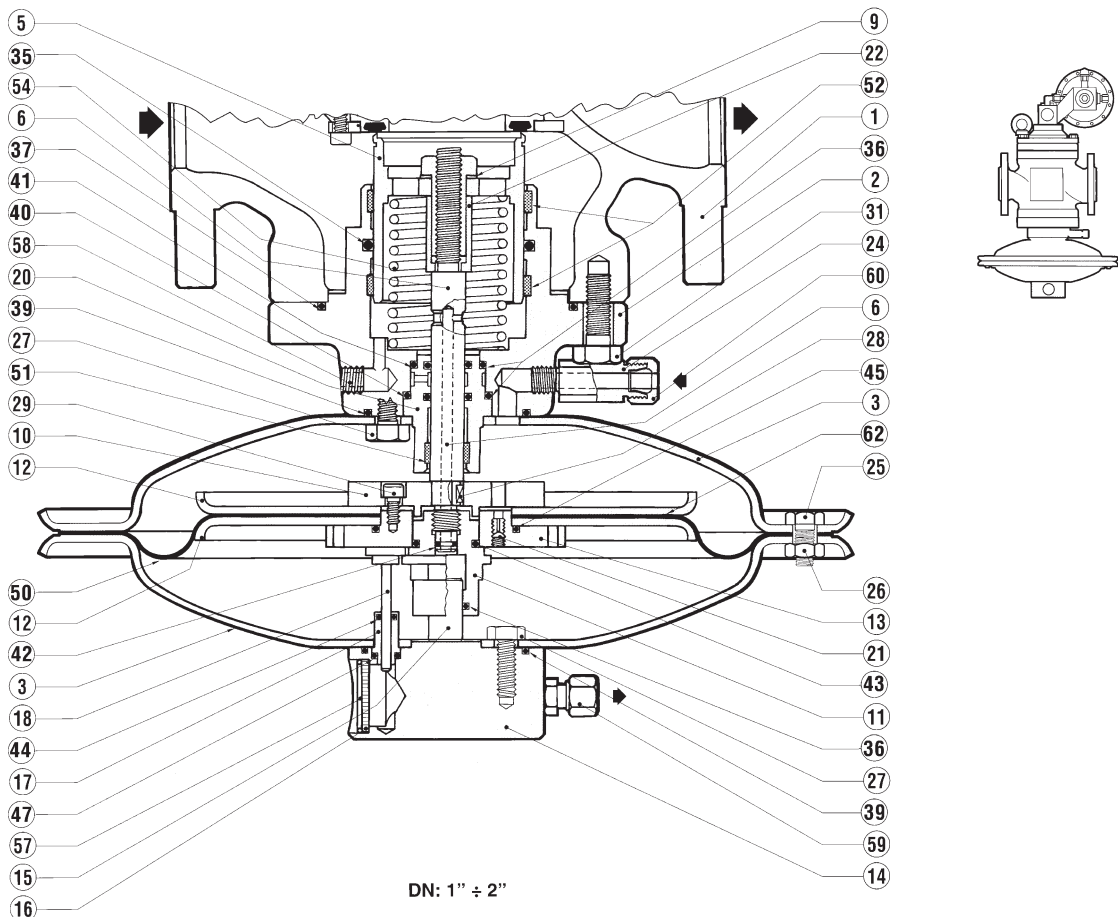

Fig. 25
- zuerst die Baugruppe aus Welle (114) und Hebel (118) einsetzen;
- beim Einsetzen der Ventileinheit in das Stellgliedge-häuse den Ventilschieber möglichst geradlinig einsetzen, um auch kleinste Beschädigungen an der Dichtkante zu vermeiden und besonders darauf achten, daß die Welle (114) gegen den Uhrzeigersinn bis zum Anschlag gedreht ist;
- den kleinen Flansch (119) mit den dazugehörigen Bauteilen befestigen;
- den Hebel (116) auf die Welle (114) aufsetzen. Es ist wichtig, sicherzustellen, dass sich der Hebel bei geöffnetem SAV in waagerechter Position befindet und dass er bei SAV in Schließstellung um ca. 45-60° geschwenkt, schräg nach oben steht.
7.4 PROCEDURA DI MANUTENZIONE MONITOR PM/182 (FIG. 25)
7.4 PM/182 MONITOR MAINTENANCE PROCEDURE (FIG. 25)
7.4 WARTUNGSANWISUNGEN FÜR DEN MONITOR PM/182 (ABB. 25)
- al introducir el grupo obturador en el cuerpo mantener una buena verticalidad del movimiento para evitar dañar el borde de cierre, y poner especial atención en mantener el eje (114) completamente girado en el sentido contrario a las agujas del reloj;
- fijar la brida (119) con las piezas correspondientes;
- colocar la leva (116) en el eje (114). Es importante asegurarse de que con el mecanismo de bloqueo abierto la palanca esté en posición horizontal, y con el mecanismo cerrado en posición vertical.
- *Montar em primeiro lugar o conjunto do veio (114) e alavanca (118) ;*
- *Na montagem do conjunto do obturador no corpo, manter o movimento bem alinhado para não danificar a sede. Igualmente ter em atenção que o veio (114) está completamente rodado no sentido contrário ao dos pont. do relógio.*
- *Montar a pequena flange (119) e equipamentos associados.*
- *Montar a alavanca (116) no veio (114). É importante verificar que, quando a válv. de segurança está aberta a alavanca fica na posição horizontal, quando a válv. está fechada a alavanca fica vertical.*
**7.4 PROCEDURE DE MAINTENANCE DU MONITOR PM/182 (FIG. 25)**
**7.4 OPERACIONES DE MANTENIMIENTO DEL MONITOR PM/182 (FIG. 25)**
**7.4 OPERAÇÃO DE MANUTENÇÃO DO MONITOR PM/182 (FIG. 25)**